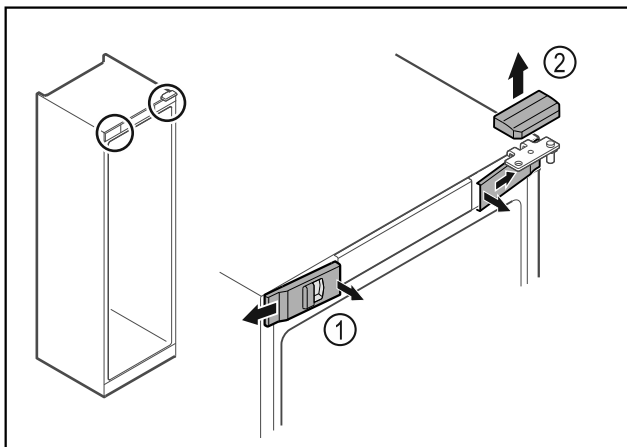

Fig. 5
- Voorste afdekkingen Fig. 5 (1) binnen ontgrendelen en naar de zijkant toe verwijderen.
- Bovenste afdekking Fig. 5 (2) naar boven toe verwijderen.